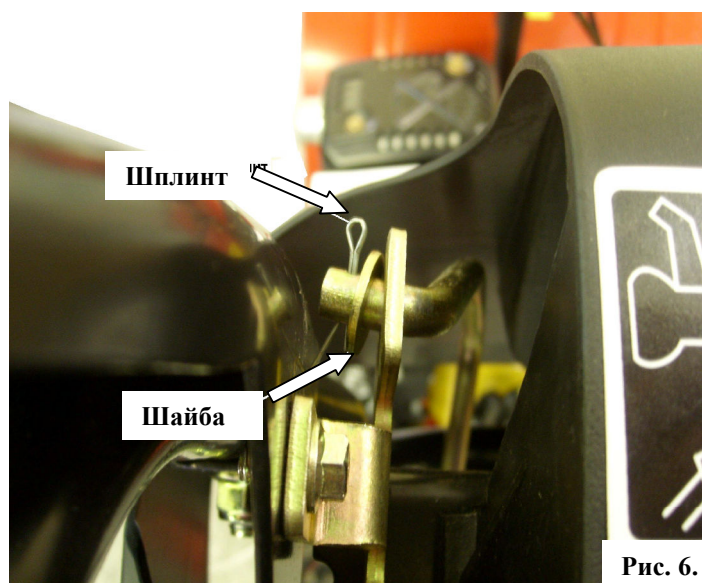

Рис. 6.
1. Переместить защитный чехол вверх по тяге. Снять с тяги шплинт и шайбу (**см. Рис. 6**) и извлечь «Г-образный» конец тяги из отверстия кронштейна рычага привода колес.
1. Переместить защитный чехол вверх по тяге. Снять с тяги шплинт и шайбу (см. Рис. 6) и извлечь «Г-образный» конец тяги из отверстия кронштейна рычага привода колес.